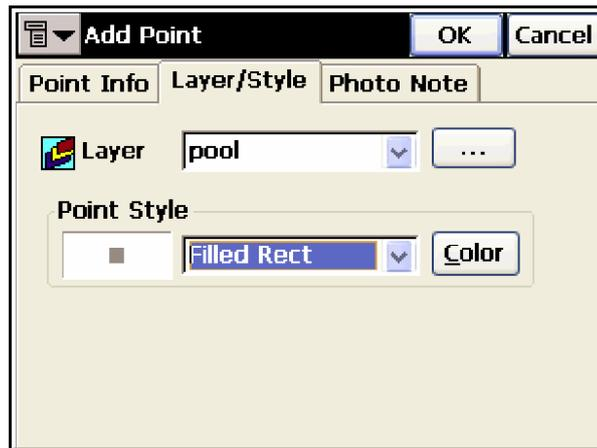

Рисунок 4-4. Стиль слоя и точки
- Выбрав вкладку *Layer/Style (Слой/Стиль)* (рис. 4-4 на стр. 4-3), задайте слой, к которому следует добавить точку и условный знак (*Point Style – Символ*), который будет соответствовать этой точке на выбранном слое (при необходимости Вы можете редактировать свойства слоев, для чего следует нажать кнопку **Browse (Обзор(...))**).